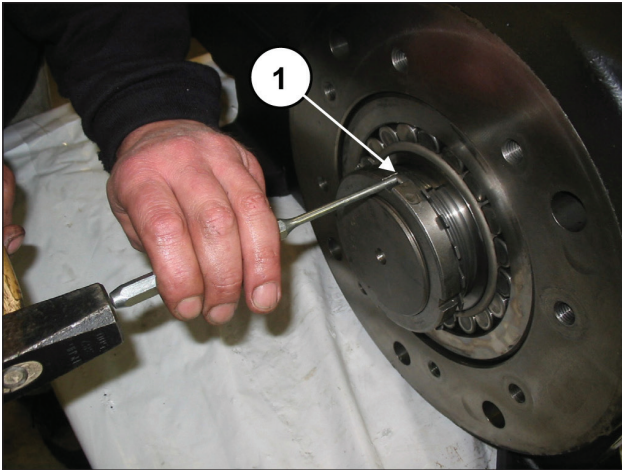

Fig. 16
Eleve a lingueta da arruela de segurança (pos. ①, Fig. 16).